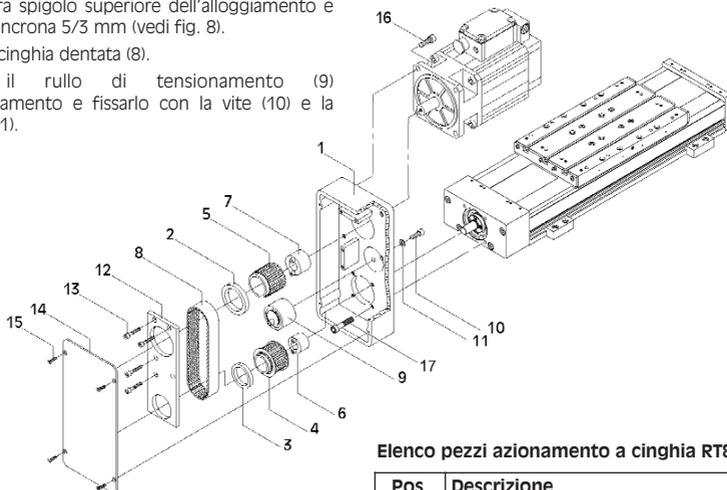

Fig. 7
1. **Fig. 7:** Fissare il modulo lineare WIESEL[®] e il motore all'alloggiamento (1).
7. **Fig. 7:** Allentare la vite (10) del rullo di tensionamento e tensionarlo con la chiave esagonale SW8 in senso antiorario con una coppia di 0,5 Nm e serrare la vite (10).
8. Fissare la lastra di copertura (14) con le 4 viti a testa svasata (15).